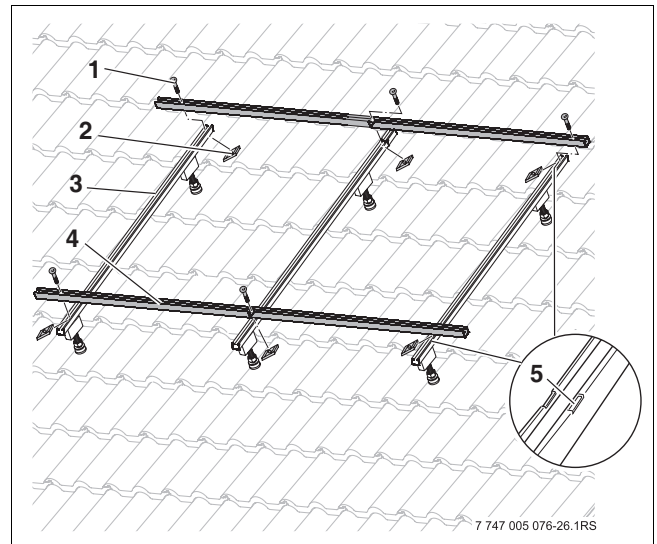

Bild 50 Profilschiene FDIÜD an Profilschiene-Kollektor befestigen
- Schraube (Bild 50, [1]) in das Langloch der Profilschiene FD/ÜD [4] einstecken und Nutenstein locker aufschrauben, bis ein leichter Widerstand spürbar wird.
- Profilschienen FD/ÜD (Bild 50, [4]) in die Aufnahmekerben [5] in der Profilschiene-Kollektor [3] einlegen und mittig ausrichten.
- Nutenstein (Bild 50, [2]) in die Profilschiene-Kollektor [3] einlegen und Schraube anziehen.